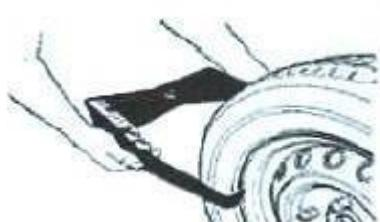

Рис.2
- введите значение «b»: укажите номинальный диаметр «b», отмеченный на боковине колеса или с помощью кронциркуля измерьте значение «b», как показано на рис.2, затем введите его нажатием кнопок «b+» и «b-».